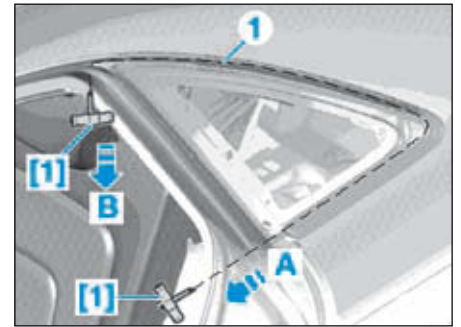

FIG. 16
- Mettre en place le fil tranchant (1) derrière le joint situé dans le flasque de glace (Fig.16).
- Bloqué les extrémités du fil tranchant (1) à l'aide des poignées [1].
- Tirer le fil tranchant (1) vers l'avant dans le sens de la flèche A et couper le cordon de colle.